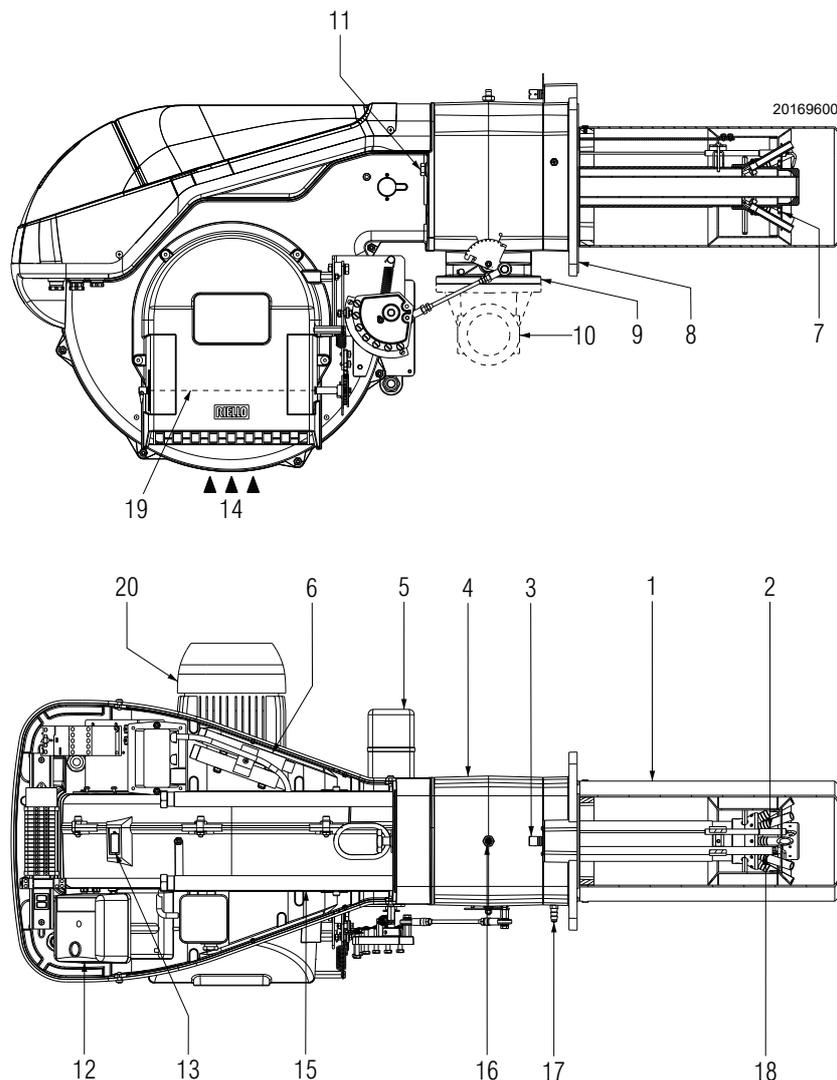

Рис. 4
- (1) Исходные условия: Температура окружающей среды 20 °C - Температура газа 15 °C - Барометрическое давление 1013 мбар - Высота 0 м н. у. м.
- (2) Давление на штуцере 7) (Рис. 4) при нулевом сопротивлении в камере сгорания и при максимальной мощности горелки.
- (3) Звуковое давление было измерено в лаборатории на заводе-изготовителе с горелкой, работающей на испытательном котле при максимальной мощности. Звуковая мощность была измерена по методу свободного поля, предусмотренному стандартом EN 15036, и согласно классу точности измерения 3, как описано в нормативе EN ISO 3746.
- (4) Жаровая труба: короткая - длинная
- (5) Для топлива G31 необходимо установить комплект для перехода на сжиженный газ. См. ПРИЛОЖЕНИЕ А «Комплект для работы на сжиженном газе».
загорание кнопки (**красный светодиод**) на автомате горения 12) (Рис. 4) сигнализирует, что горелка заблокирована. Для разблокирования нажимайте на кнопку в течение 1-3 секунд.